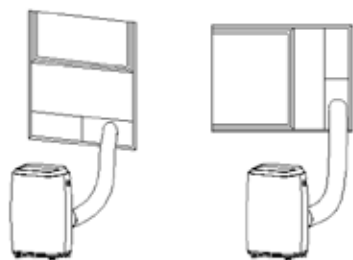

Fig. 5 & 5a
- 2) Conforme ilustrado na Fig.5 e na Fig.5a, instale a mangueira de escape e ajuste bem a posição da janela.